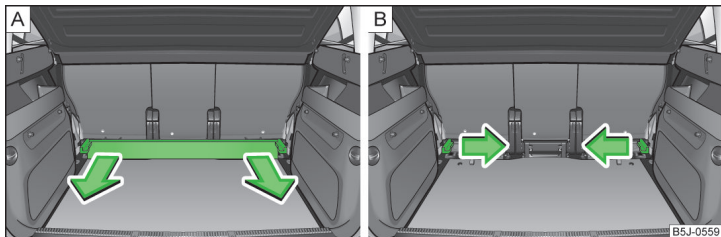

Fig. 69 Portbagajul: scoaterea șinei transversale / scoaterea penelor de fixare
► Prindeți șina de susținere transversală » fig. 69 - **A** și extrageți-o prin tragere în sensul săgeții.
► Prindeți pana de fixare » fig. 69 - **B** și extrageți-o prin tragere în sensul săgeții. Pentru demontarea penei de fixare de pe cealaltă parte a portbagajului, procedați în același mod.